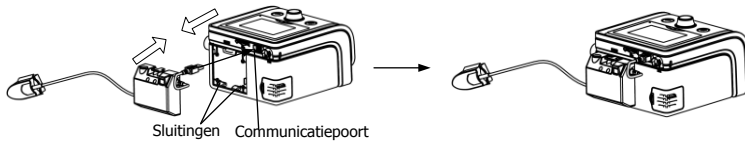

Fig. 11-12
(3) Wijs de twee **Sluitingen** naar de achterkant van de SpO₂ Kit adapter naar de twee sluitingen van het basisplaatje en druk totdat ze vastklikken. Steek de connector van de SpO₂ Kit in de **Communicatiepoort** van het hoofdtoestel zoals aangegeven in Fig. 11-12.